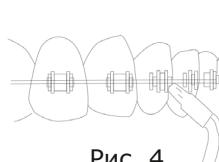

Рис. 4
7.1.3 Ортодонтическая насадка (Рис. 4)